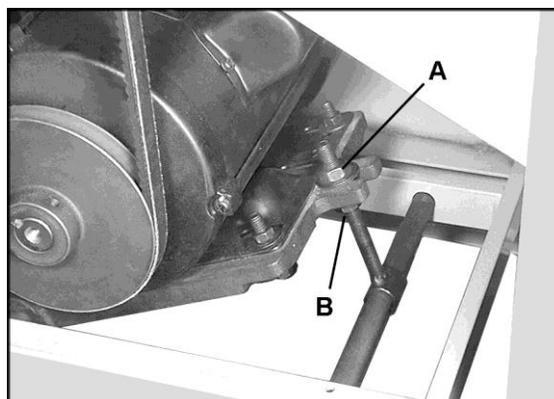

Figura 13
4. Para incrementar la tensión en la correa, aflojar la tuerca hueca inferior (B, Figura 13) con una llave allen de 17 mm, y ajuste la tuerca superior (A, Figura 13). Cuando termine, ajuste la tuerca hueca inferior (B, Figura 13).
3. En placa de base del motor, afloje la tuerca superior (A, Figura 13) y eleve el motor para generar una holgura en la correa de accionamiento. Retire la correa de accionamiento de ambas poleas.